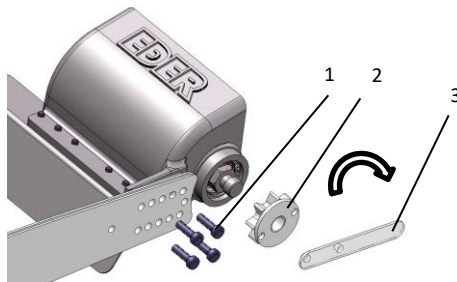

Abb. 2: Befestigung des Schälkopfes am Träger
- > Schrauben Sie den jeweiligen Kopf mit den 4 M6x20 Schrauben fest (**1** - Abb. 2). Kontrollieren Sie die Schrauben regelmäßig auf festen Sitz. Der jeweilige Kopf kann je nach Motorsägenmodell in verschiedenen Positionen angeschraubt werden. Die richtige Anschraubposition ergibt sich dadurch, dass die Antriebskette ausreichend gespannt und auch nachgespannt werden kann.
- > Schrauben Sie das Antriebsritzel auf das Gehäuse (**2** – Abb.2) und ziehen Sie das Antriebsritzel mit dem Zapfenschlüssel (**3** – Abb.2) fest.